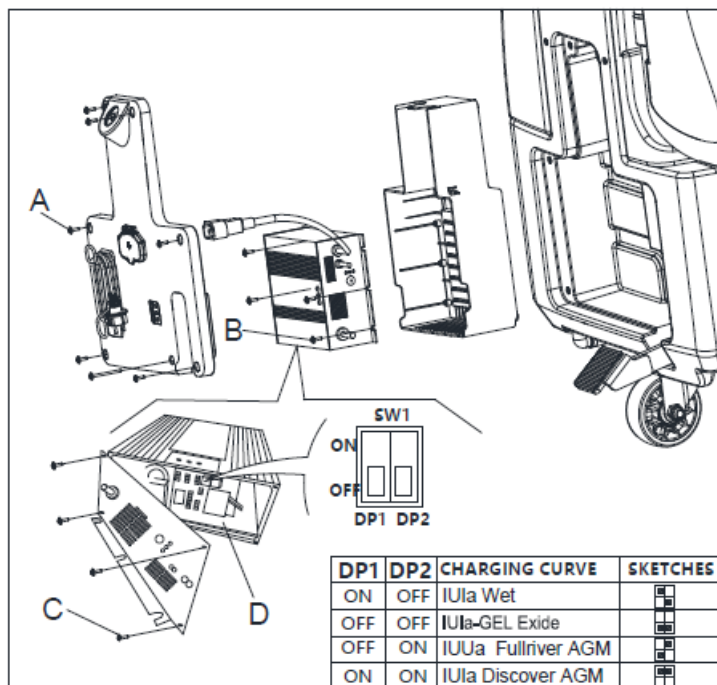

Figura 6
23. Configure os DP1 e DP2 de acordo com a tabela na Figura 6.
24. Instale os parafusos (A, B, C, Figura 6) após a configuração.